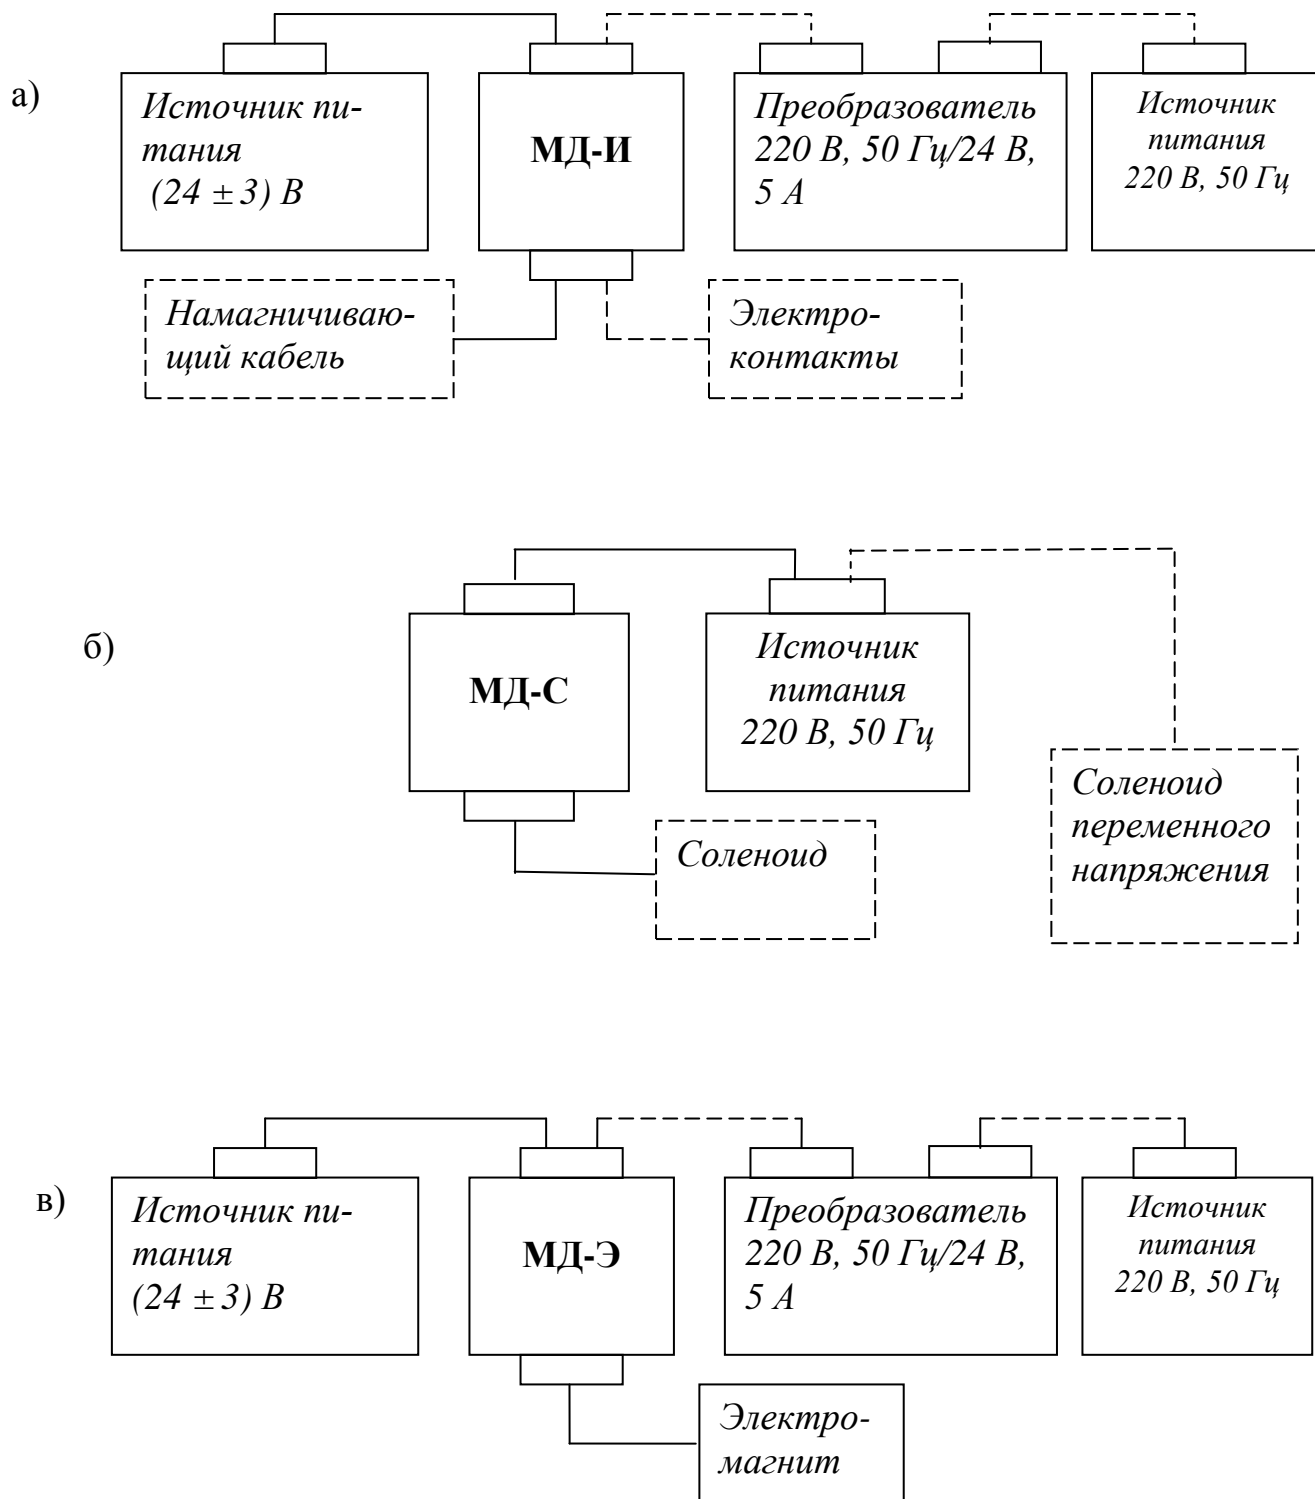

Рисунок 4.2 Подключение модулей дефектоскопа к источникам электропитания:
4.2 Каждый модуль имеет индивидуальный блок питания. Схема подключения модулей к источникам электрического питания приведена на рис. 4.2. Модуль МД-И и модуль МД-Э подключаются непосредственно к источникам постоянного тока напряжением  $(24\pm 3)$  В и током не менее 5А. С применением преобразователя напряжения они могут питаться от источника переменного тока 220 В, частотой 50 Гц, с выходными параметрами: постоянное напряжение  $(24\pm 3)$  В, ток не менее 5 А. Модуль МД-С подключается к источнику переменного напряжения 220 В, 50 Гц.
На верхней боковой панели модуля (см. рис. 4.2) установлены: